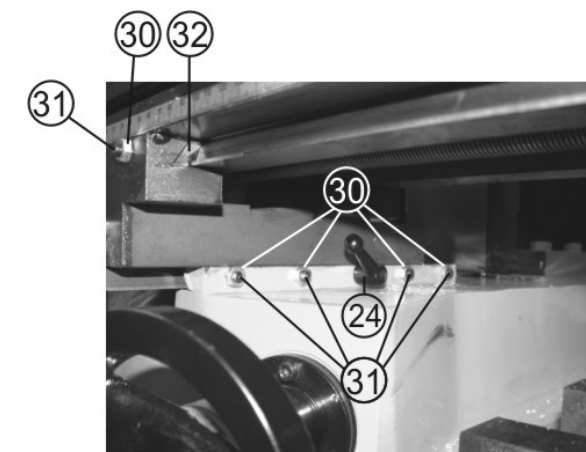

Рис. 6
9.3. Регулировка хода поперечной подачи стола (Рис. 6)
10.1.8. Положение стола (2) зафиксируйте поворотом по часовой стрелке рычага фиксации поперечной подачи стола (24), Рис. 6.
10.3.8. Установка и подача заготовки в поперечном направлении стола (2) производится вращением маховика поперечной подачи стола (17). Фиксированное положение устанавливается рычагом (24), Рис. 6. Расстояние подачи контролируется по шкале лимба (28) маховика поперечной подачи стола (17). Цена одного деления – 0,02 мм.